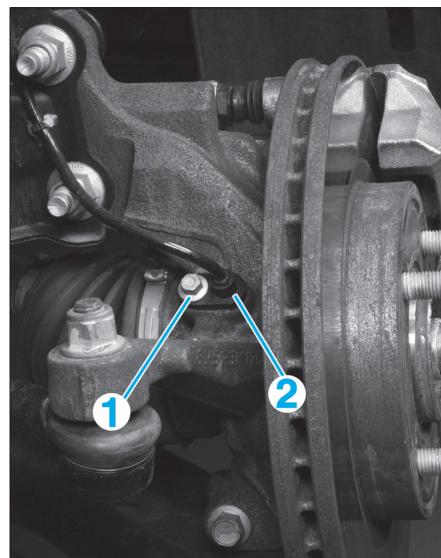

Fig. 23
- Déposer la vis (1) puis le capteur de roue (2) (Fig.23).